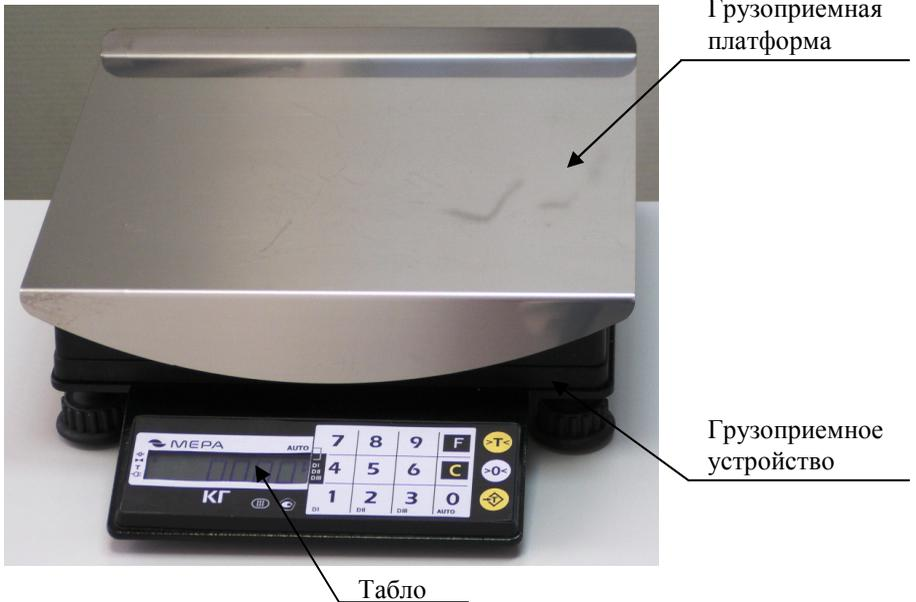

Рисунок 1 – Весы ВП. Состав весов
3.1. Весы состоят из следующих составных частей (рисунок 1):